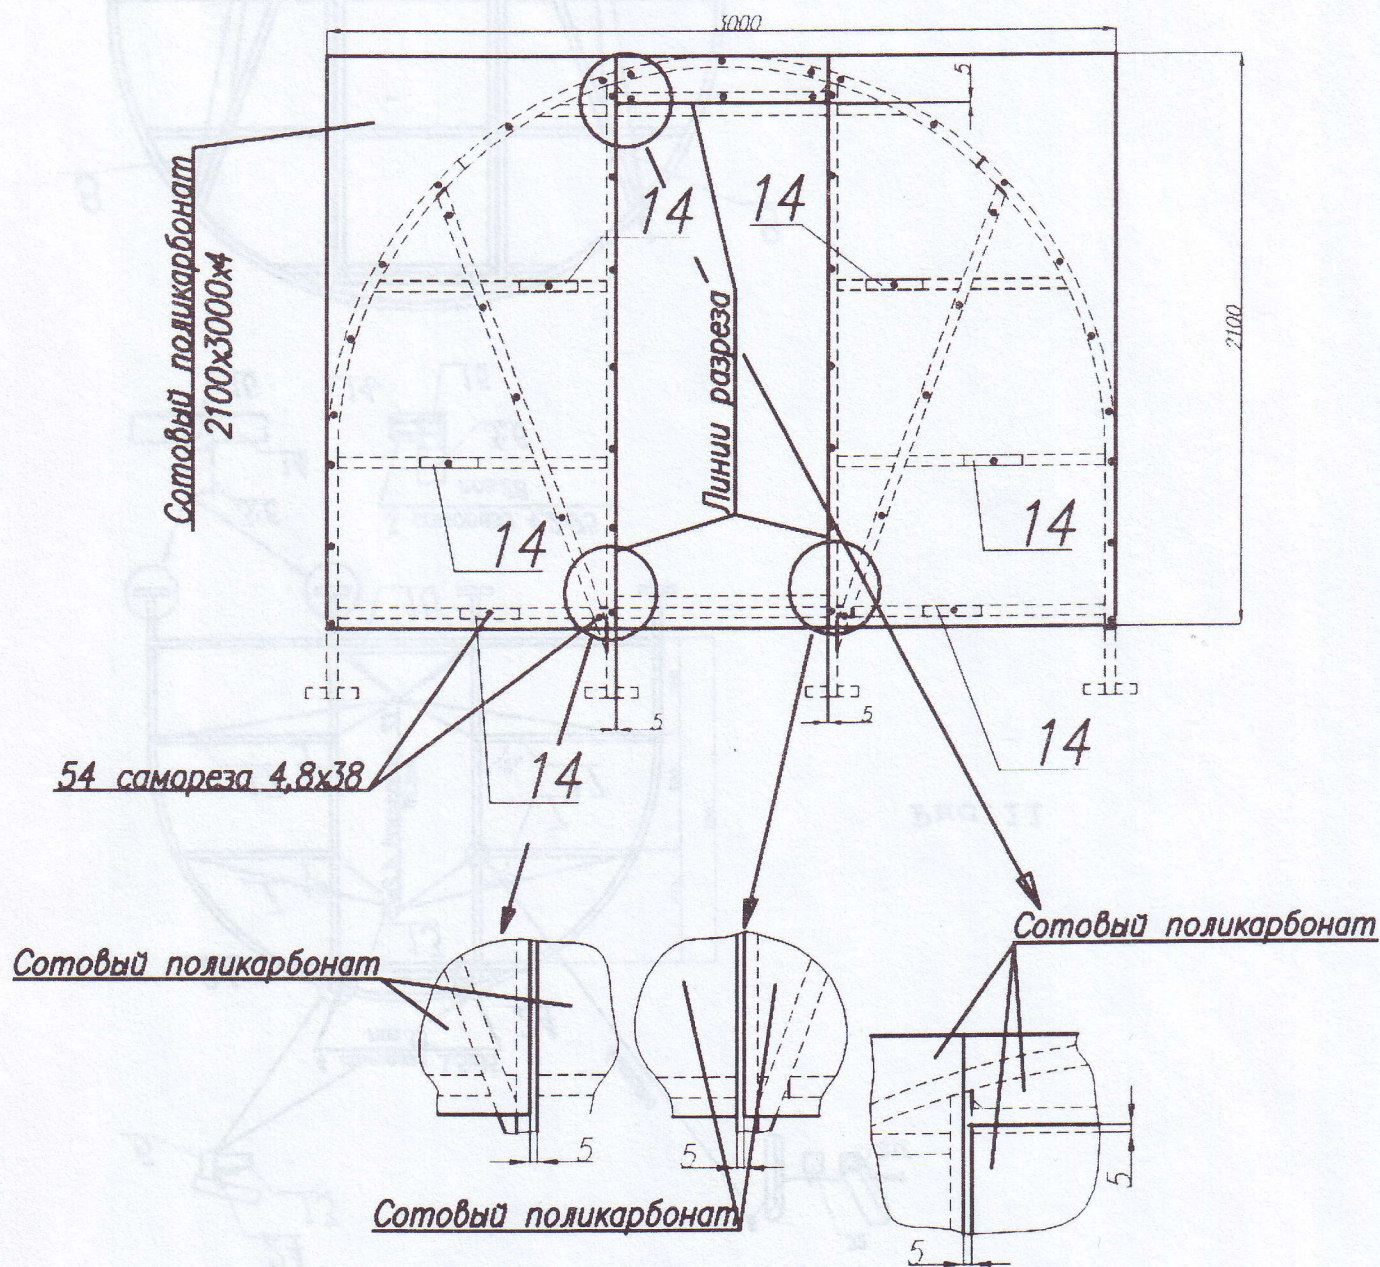

Рис.13
3.17. Не снимая с поликарбоната транспортировочную пленку, наложите лист размером 3000х2100 мм на торцевую дугу как показано на *рис.13*. При этом сторона с защитным покрытием от ультрафиолетовых лучей должна располагаться снаружи.
3.17.1. Разметьте маркером лист поликарбоната согласно рис.13, снимите его с торцевой дуги и разрежьте согласно разметке на ровной поверхности. Вырезать поликарбонат по окружности на данном этапе не требуется, сделайте только прямолинейные разрезы.
3.17.3. Снимите транспортировочную пленку с оставшихся кусков покрытия и наложите их на торцевую дугу защитным покрытием наружу. Выверните заготовки строго по дверному проему. Сместите заготовки покрытия наружу на 5 мм относительно стоек дверного проема и закрепите их саморезами на торцевой дуге в соответствии с рис.13.